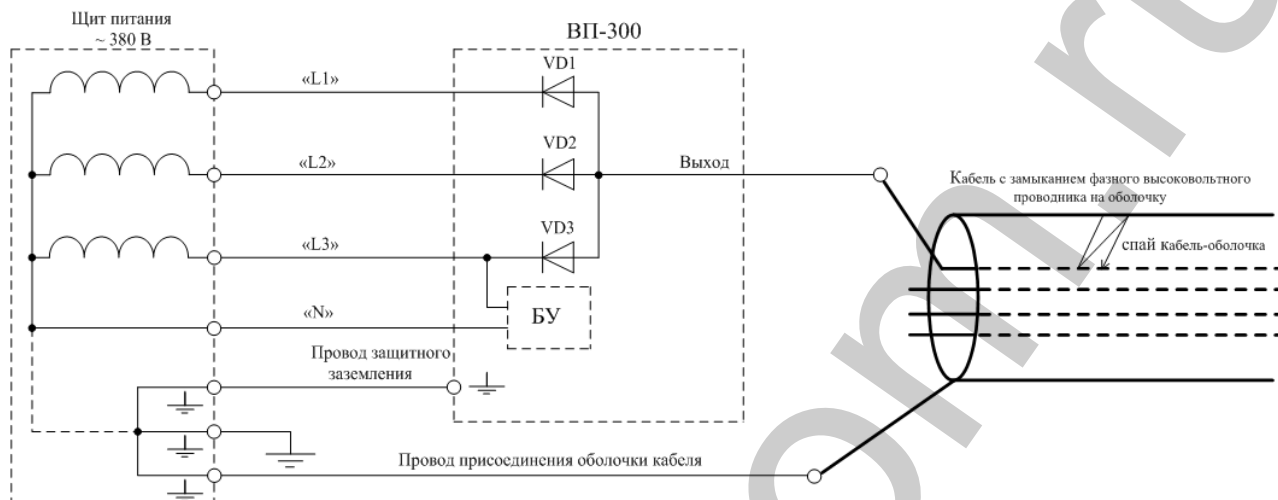

Рисунок 5 Схема присоединения Преобразователя к щиту питания и кабелю для разрушения в кабеле спая фазный провод оболочки
3.2.3 Собрать схему, представленную ниже (см. рисунок 5).